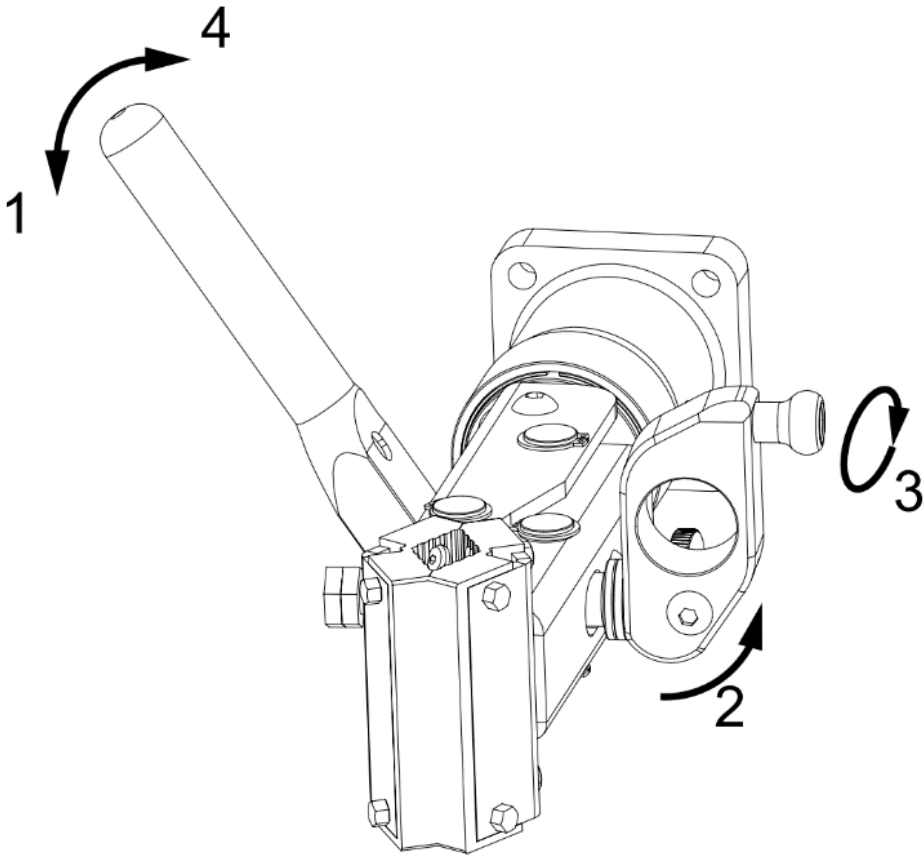

Abbildung 11: Bedienung der Klemme
- ◆ Lassen Sie den Drehgriff (**Bild 11**, Nummer 1) los, damit die Klemme ihre Position an den Sitz-/Rahmenrohrwinkel des Fahrrads anpassen kann.
- ◆ Schließen Sie die Klemme, indem Sie den Klemmgriff um 180° (2) umklappen, und ziehen Sie die Klemme fest, indem Sie den Klemmgriff im Uhrzeigersinn (3) drehen.
- ◆ Schließen Sie den Drehgriff (4). Es sollte eng genug sein, um das Fahrrad nicht unter seinem eigenen Gewicht drehen zu lassen, aber leicht genug, damit Sie es leicht mit einer Hand öffnen und schließen können. Ein zu festes Anziehen kann zu einer Beschädigung des Mechanismus führen.